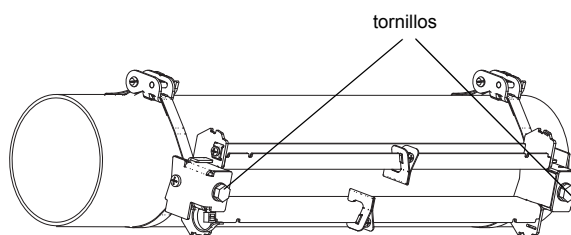

Fig. 9.44: Raíl en el tubo
- Colocar el raíl sobre los sujetadores de abrazadera de tensión (véase Fig. 9.44).